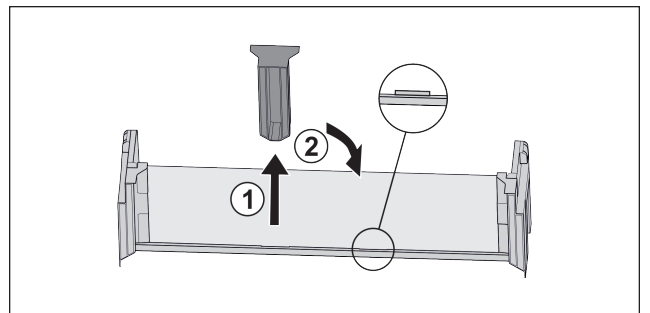

Fig. 54
- Middelste vasthoudddeel lostrekken Fig. 54 (1).
- Middelste vasthoudddeel in tweede positie inzetten Fig. 54 (2).